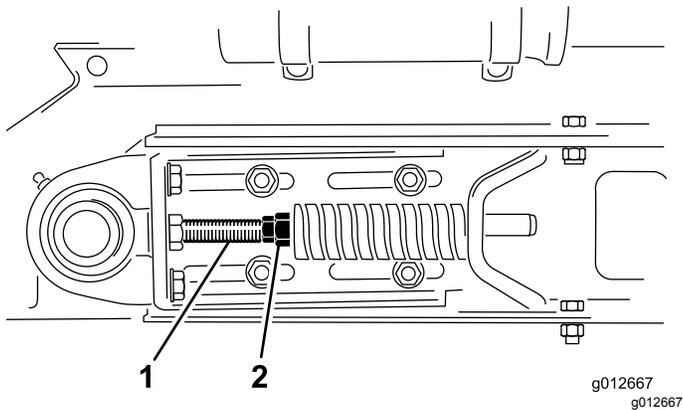

图25
1. 拧松张力杆上的前、后锁紧螺母以放松弹簧的张紧力图25。